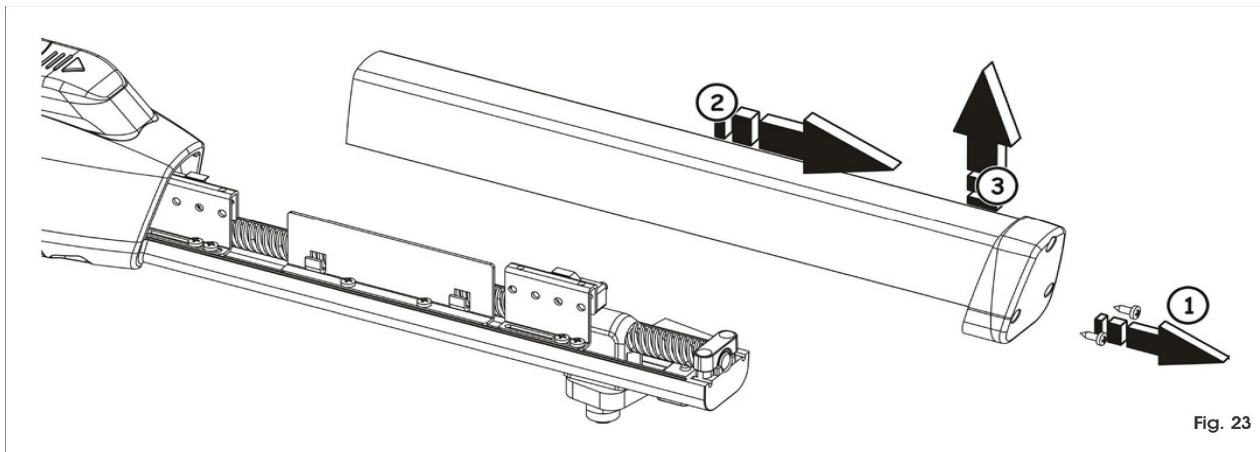

Fig. 23
1. Deșurubați cele două șuruburi inferioare ale dopului frontal și scoateți carterul de acoperire, Fig.23